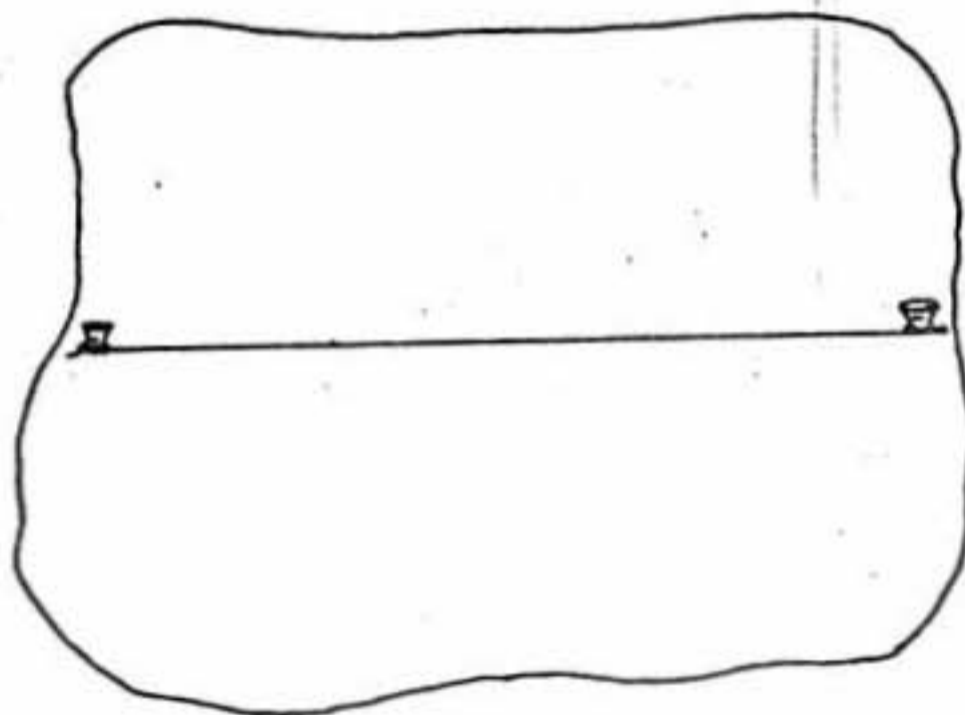

Fig.1
- c *Tienda un cordel uniendo las dos estacas, (Fig.1).*